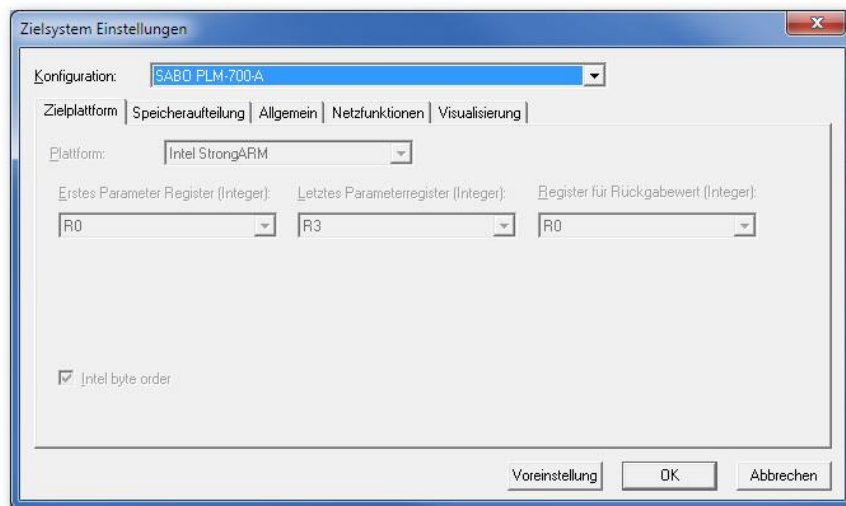

Abb. 4-2: Zielsystem Einstellungen → Zielplattform
- Unter *Zielsystem Einstellungen* → *Zielplattform* sind keine Änderungen nötig (Abb. 4-2).